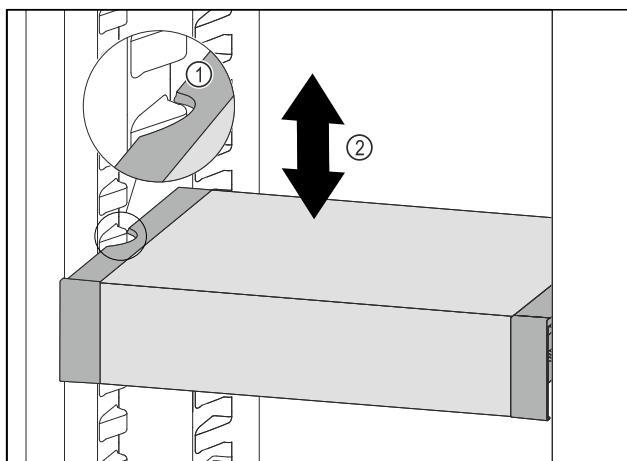

Fig. 99
- VarioSafe nach vorne ziehen, bis sich die seitlichen Aussparungen des VarioSafes auf Höhe der Behälterrippe im Kühlteil befinden. Fig. 99 (1)
- VarioSafe im Kühlteil nach oben oder unten bewegen, bis gewünschte Höhe erreicht ist. Fig. 99 (2)